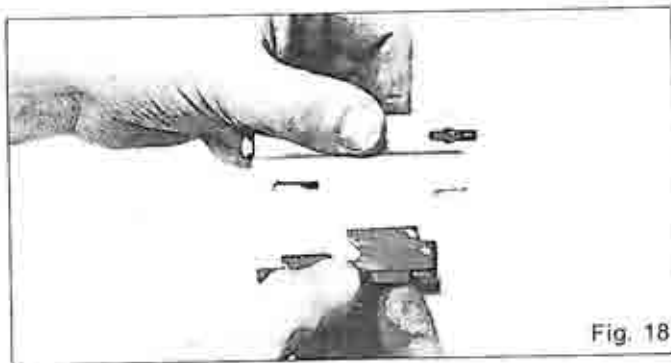

Fig. 18
- g3. Rimontare il gruppo otturatore accoppiando il carrello otturatore al corpo otturatore (Fig. 18).
Reassemble the breech bolt assembly by fixing the breech bolt body (Fig. 18).
Remonter l'ensemble culasse mobile, en accouplant le chariot de la culasse mobile avec le corps de la culasse mobile (Fig. 18).